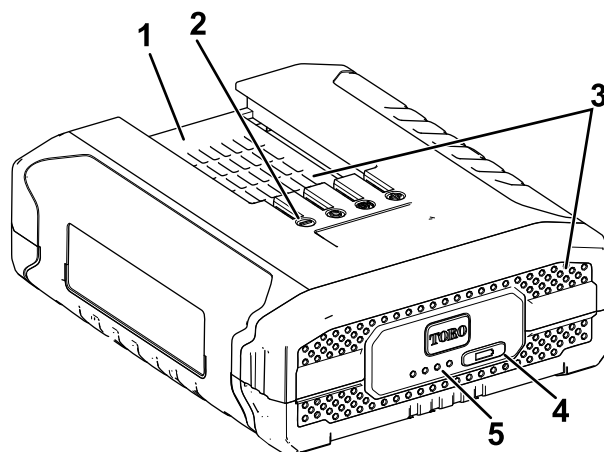

Figure 7
2. Alignez le creux de la batterie (Figure 7) sur la languette du chargeur.